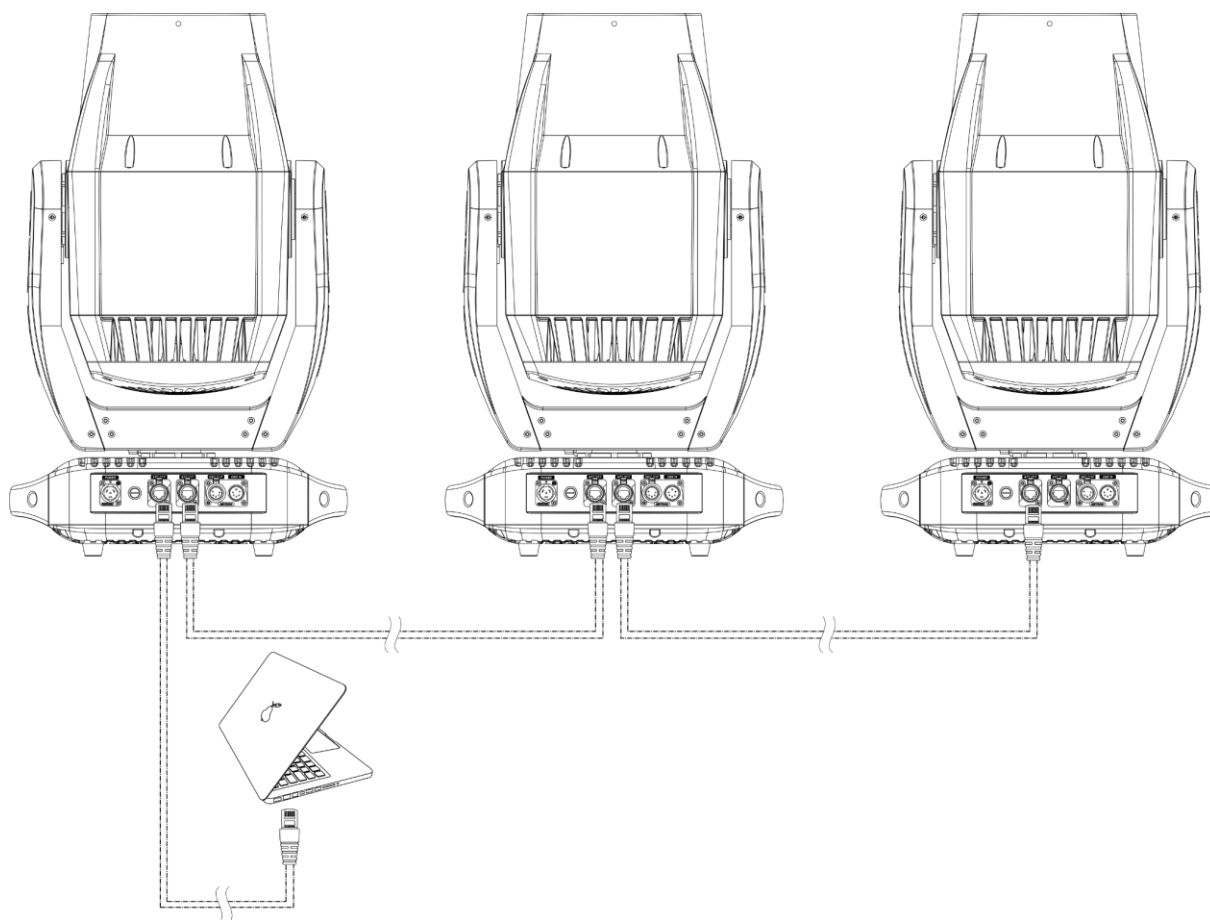

Fig. 09
- 05) Collegare le unità come indicato nella Fig. 09. Collegare la presa RJ45 "out" della prima unità alla presa "in" della seconda unità, servendosi di un cavo CAT-5/CAT-6. Ripetere questo processo fino a collegare il resto delle unità.